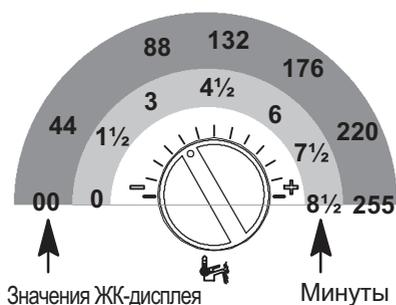

Рисунок 5.46
- Чтобы изменить настройку, поверните регулятор температуры воды горячего водоснабжения 3 (Рисунок 5.42) и установите его на выбранное время (см. Рисунок 5.46: регулятор установлен на повторное включение через каждые 3 минуты).
Шаг настройки регулятора 3 (Рисунок 5.46) соответствует отображаемому на ЖК-дисплее значению 44 (90 секунд). Это значение можно установить на максимум 255 (8 с половиной минут). На ЖК-дисплее при этом будут поочередно загораться P10 и 60.